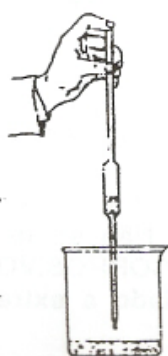

Figura 8 – Técnica de pipetagem
- 8- Segure uma pipeta graduada de 5 ou 10 mL pela extremidade superior. Mergulhe a extremidade inferior da pipeta em um béquero de 50 mL contendo água destilada (Figura 8). Faça a sucção com pipetador de borracha (pêra) acoplado à extremidade superior da pipeta, até notar que o líquido subiu um pouco acima do traço de aferição. Acerte o zero. Deixe escoar lentamente a água de 1 em 1 mL. Repita o procedimento até não mais encontrar dificuldades. **Não se deve nunca pipetar com a boca líquidos TÓXICOS, VOLÁTEIS E CORROSIVOS. Deve-se sempre utilizar o pipetador de borracha (pêra) acoplado a extremidade superior da pipeta, na capela com exaustor ligado.**